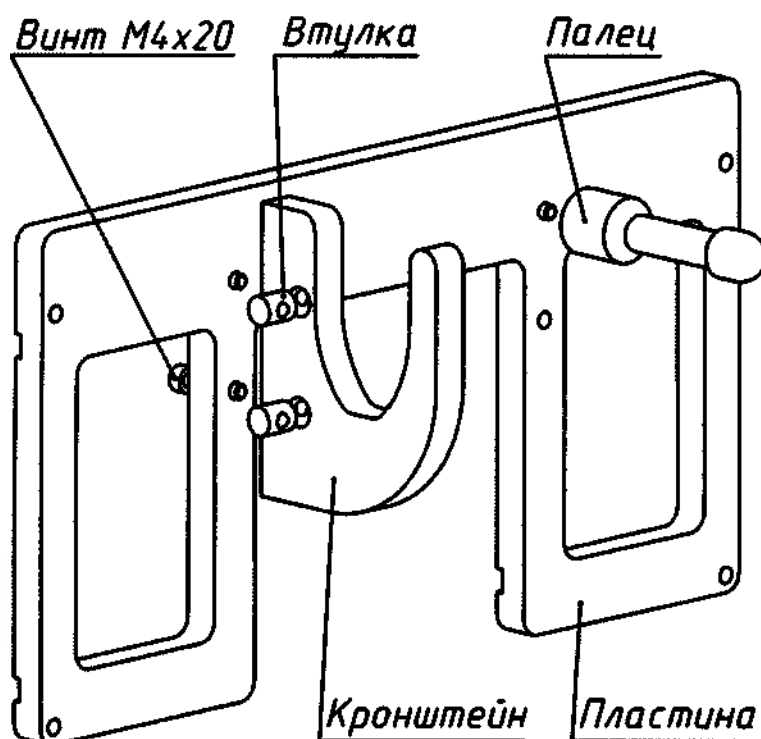

Рис. 2. Порядок сборки кронштейна.
1. В отверстия детали «кронштейн» установите втулки заподлицо таким образом, чтобы отверстия втулок были соосны отверстиям детали «кронштейн» (рис. 2).
2. Установите на пластину детали «кронштейн» и «палец» и закрепите их винтами М4×20 (рис. 2). Для затяжки винтов используйте шестигранный ключ S3.